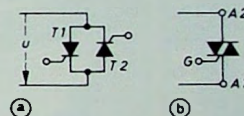

Bild 2. Antiparallelschaltung zweier Thyristoren T_1 und T_2 (a) und Triac-Symbol (b) mit den beiden Anoden A1, A2 und dem Gate G
Eine Weiterentwicklung des Thyristors zum Steuern von Wechselstromverbrauchern führte zu einer genialen Lösung, zum Triac. Der Triac vereint zwei antiparallel geschaltete Thyristoren in einem einzigen Halbleiterbauelement (Siliziumkristall). Damit ergibt sich eine weitere Verringerung der Abmessungen und auch der Vorteil, nur eine einzige Steuerelektrode zu benötigen und mit einer gemeinsamen Steuerspannung für beide Halbwellen auszukommen. Man spricht hier nicht mehr von Anode und Katode, sondern nennt (Bild 2) die beiden Hauptanschlüsse A 1 und A 2 und die Steuerelektrode Gate (G). Das Triac-Bau-